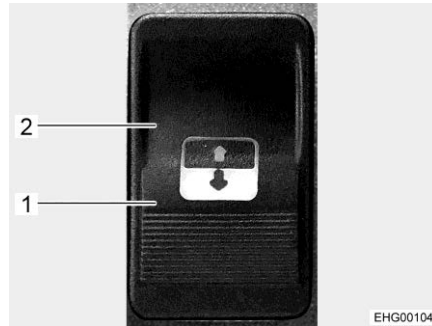

Fig. 123 Touche
La touche (Fig. 123) se trouve à côté du toit ouvrant électrique dans le plafond du véhicule
- Ouvrir : ■ Appuyer sur la touche du côté du symbole d'ouverture (Fig. 123,1) jusqu'à ce que le toit ouvrant se trouve dans la position désirée.
- Fermer : ■ Appuyer sur la touche du côté du symbole de fermeture (Fig. 123,2).
- Appuyer sur la touche du côté du symbole de fermeture (Fig. 123,2) jusqu'à ce que le toit ouvrant se soit fermé le plus possible.